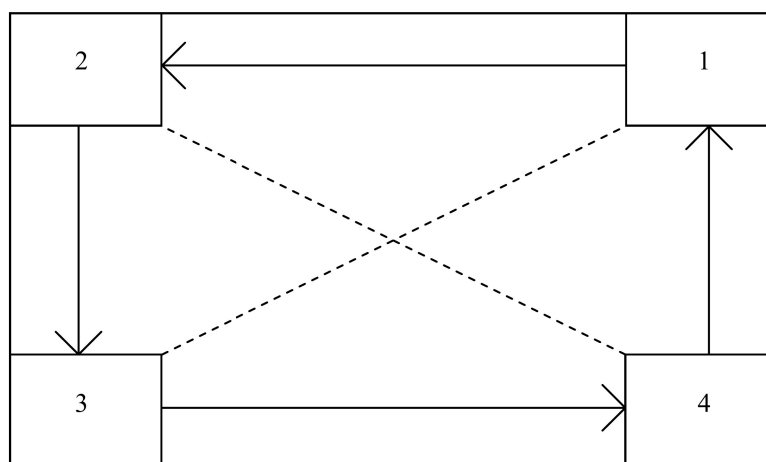

Рис.7.1. Рекомендуемая последовательность нагрузки углов.
7.1.5 Произведите замеры по углам платформы, визуальнo разделив её на четыре части (рис.7.1) поочередно нагружая каждый датчик калибровочным грузом не более ( $1/3 \div 1/2$ ) НПВ, устанавливая груз на соответствующие секторы платформы, соблюдая точность установки груза на каждый датчик.